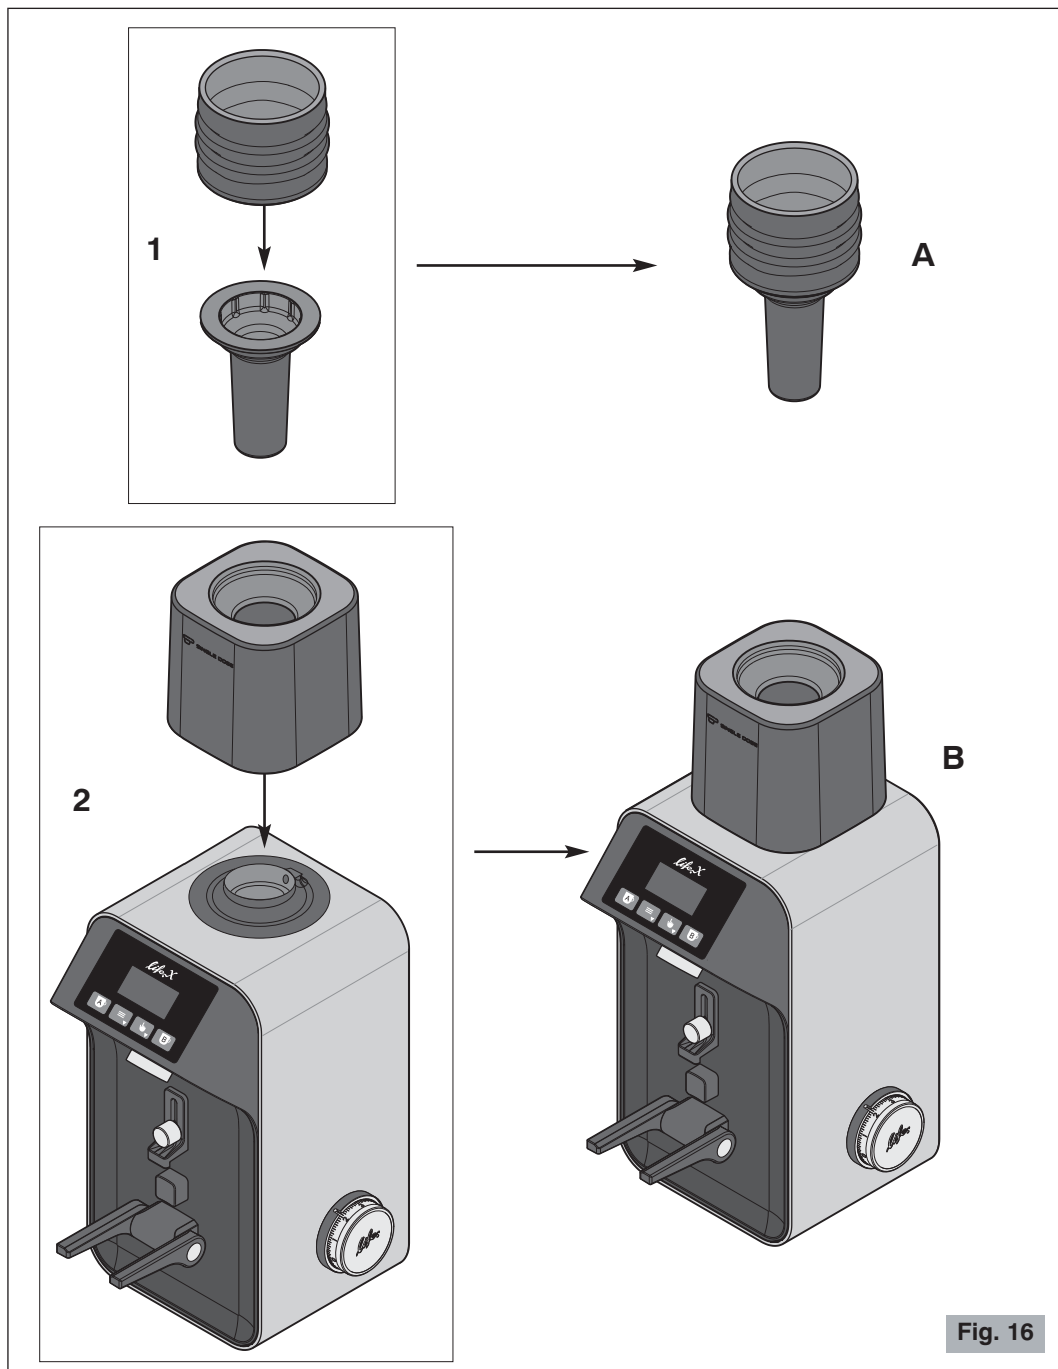

Fig. 16
5. Introducir el fuelle en el empujador de granos (punto 1 de la Fig. 16).
6. Posicionar el soporte del kit en su sede (punto 2 de la Fig. 16).
- 4 Insertar el conjunto fuelle-empujador de granos (A Fig. 16) en la embocadura del soporte, dejándolo reposar sobre los granos de café (Fig. 16a).
-  **No trabajar nunca sin la tolva fijada con el tornillo correspondiente (6a, Detalle A Fig. 3) o sin haber colocado el soporte del kit dosis individual (punto 2 Fig. 16).**